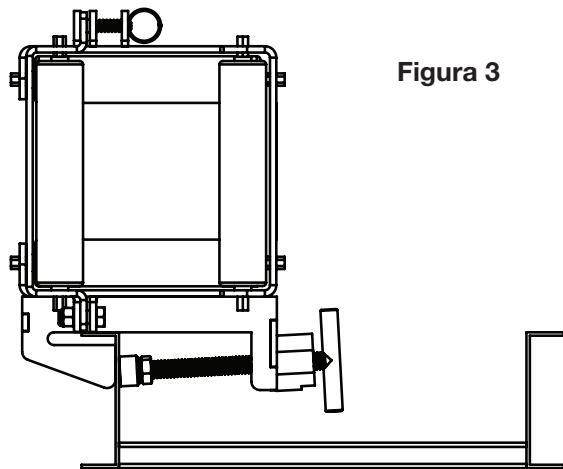

Figura 3
- Alternativamente, el enrollador se puede montar en una orientación simétrica como se muestra en la Figura 3.